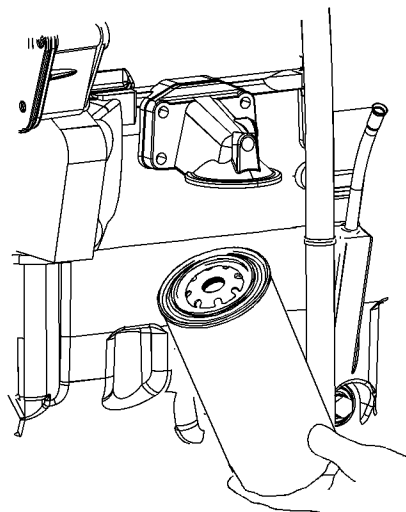

图 33
注:某些机油滤清器可垂直安装。请参看图 33。从步骤 (1) 开始, 拆卸和安装机油滤清器。